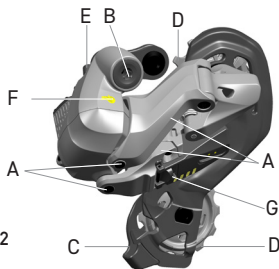

Fig.2
• O desviador traseiro é um componente da transmissão da bicicleta que move a corrente nas rodas dentadas para obter diferentes relações de acionamento final entre o pedaleiro e a roda (as peças do desviador traseiro são mostradas na Fig. 2).